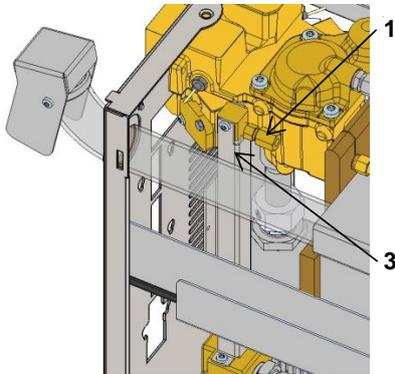

Fig. 4: Indicateur de niveau est sorti
6. Afin de permettre l'accessibilité au transducteur acoustique (BB 1), il faut démonter l'indicateur de niveau (10). À cet effet, procéder comme suit :
- Desserrer le raccord à vis de la tuyauterie (marquage 1 → Fig. 4).
- Sortir l'indicateur de niveau (marquage 3 → Fig. 4) afin de permettre l'accessibilité au transducteur acoustique (BB 1).